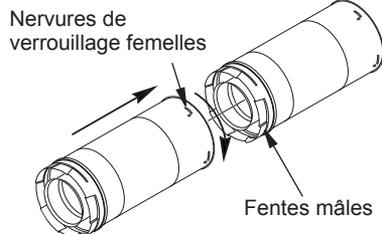

Figure 8 - Raccords du conduit de ventilation
Procédure de verrouillage : les extrémités femelles des conduits disposent de nervures de verrouillage (encoches). Ces nervures s'emboîtent directement dans des fentes correspondantes sur les extrémités mâles des conduits adjacents. Emboîtez les sections de conduit et tournez-en une dans le sens des aiguilles d'une montre pour environ un quart de tour, jusqu'à ce que les sections soient complètement verrouillées (voir figure 8).
2. Assemblez les longueurs de conduits et de coudes nécessaires pour raccorder la buse du foyer au coupe-feu. Assurez-vous que tous les raccords de conduits et de coudes sont bien verrouillés (voir figure 8, page 10).